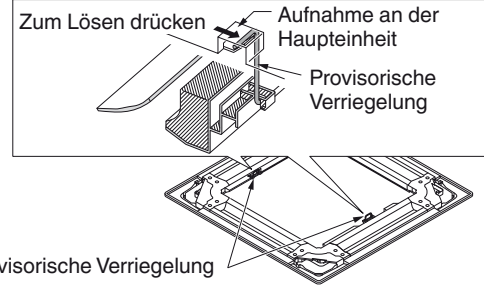

Abb. 7-4
- 1) Die provisorischen Verriegelungen an der Innenseite der Deckenverkleidung in die Aufnahmen an der Einheit einhängen, um die Deckenverkleidung vorläufig anzubringen. (Abb. 7-4)
- Zum Abnehmen der Deckenverkleidung diese abstützen und gleichzeitig die provisorischen Verriegelungen nach außen drücken. (Abb. 7-4)